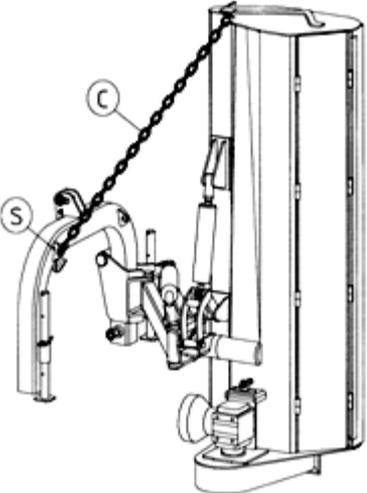

Figura 18
5. La máquina está lista para su conexión al tractor (figura 18).